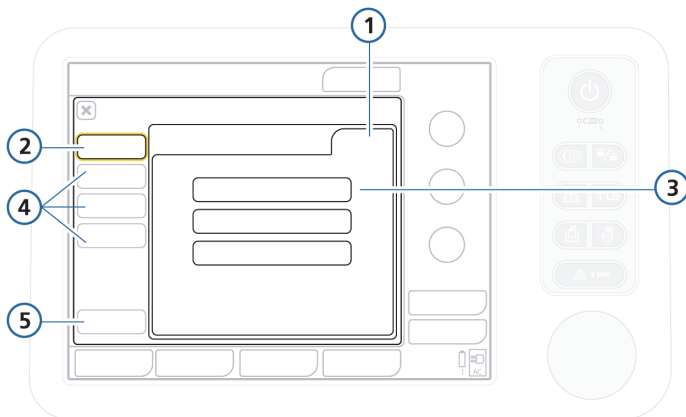

Рисунок I-9. Окно конфигурации параметров быстрой настройки
Открывается окно конфигурации параметров «Общее» (рис. I-9). Обратите внимание: теперь с помощью кнопок на панели слева можно получить доступ к вариантам быстрой настройки.
5. Выберите, какие параметры нужно использовать в данной конфигурации быстрой настройки. Для этого нажмите соответствующую кнопку (рис. I-9):